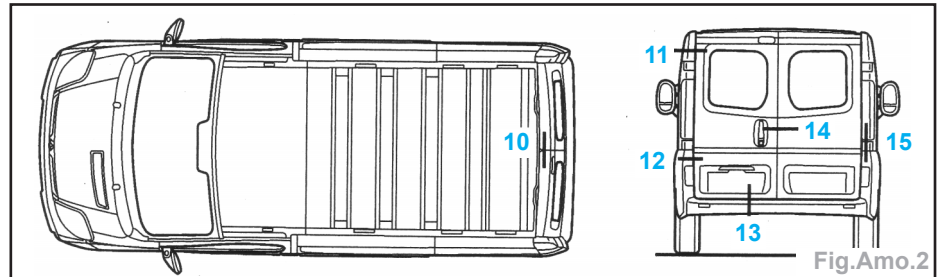

Fig.Amo.2
- Valeurs (en mm) (Fig.Amo.2) :